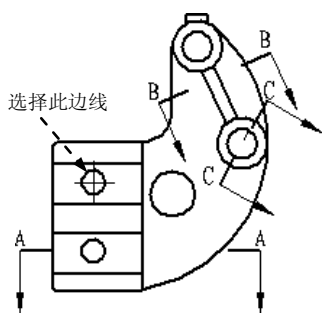

图 10.4.30 标注中心标记 1
(1) 单击 **主页** 选项卡 **注释** 区域中的  命令，系统弹出“中心标记”命令条。
(2) 在“方位”下拉列表中选择 **水平/垂直** 选项，确认  按钮处于弹起状态，然后选择图 10.4.30 所示的圆心，结果如图 10.4.30 所示。